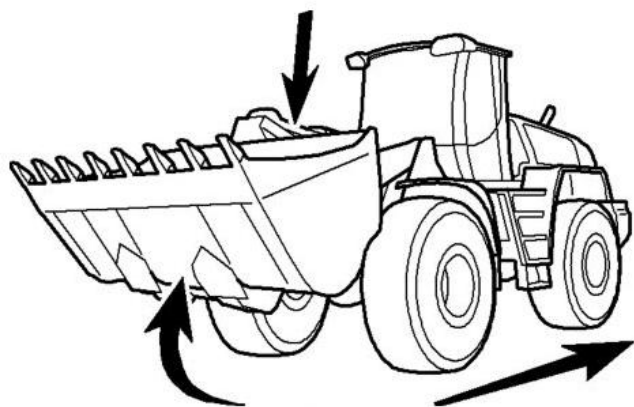

Рисунок 3.87. Отвод машины
- При движении машины назад установить ковш в транспортное положение, см. рис. 3.87.